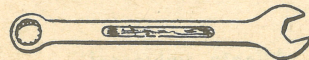

Fig. 4 — Chave com uma boca fixa e outra canelada
9. Existem ainda chaves que são combinações das duas anteriores: numa ponta têm a boca fixa (aberta) e noutra a extremidade fechada (fig. 4).